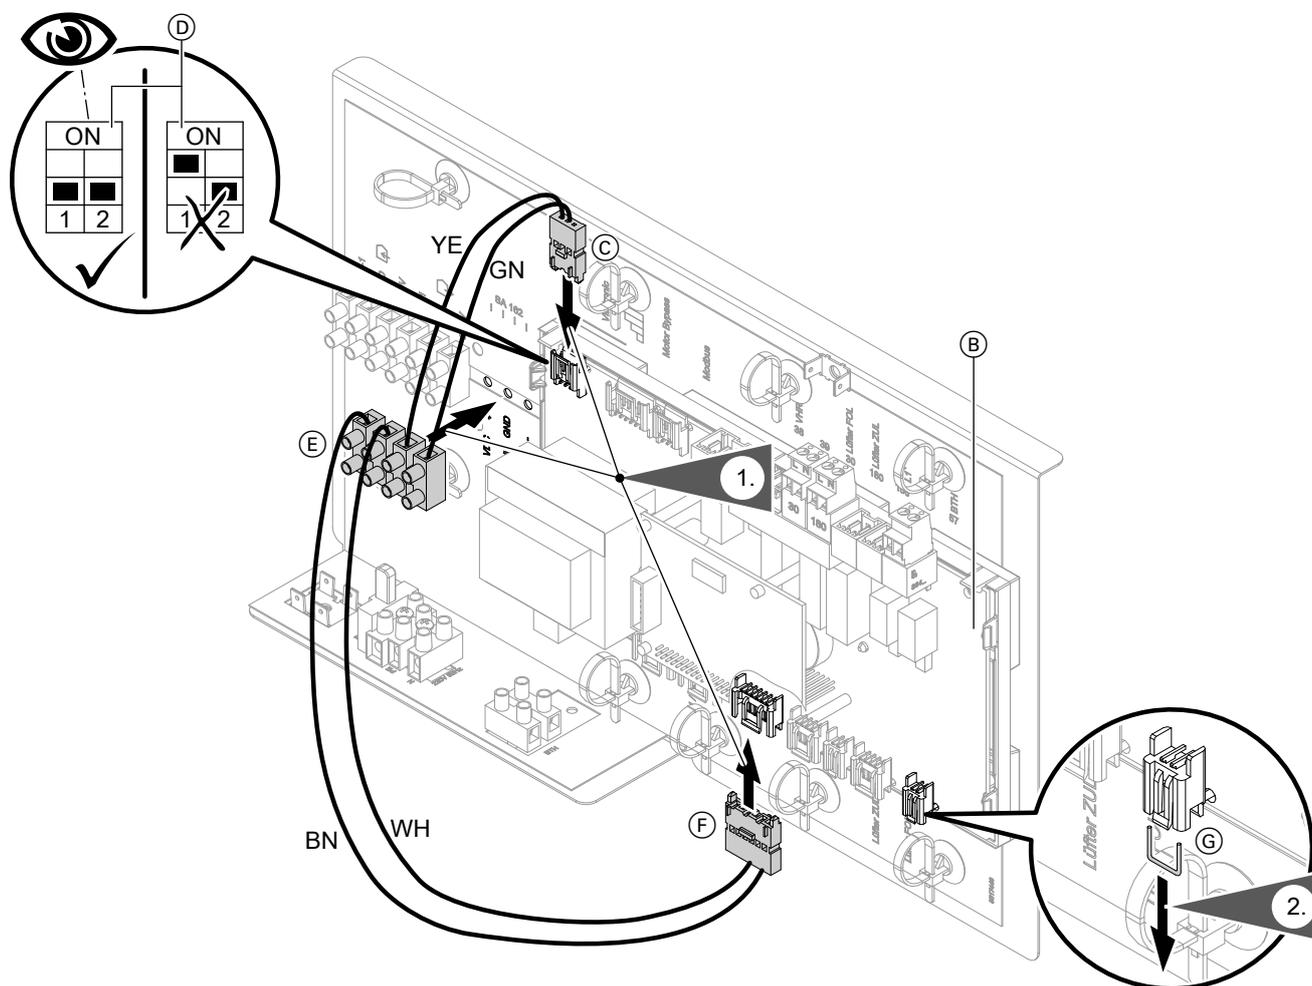

Abb. 2
- Codierschalter Ⓓ gemäß Abb. 2 einstellen.